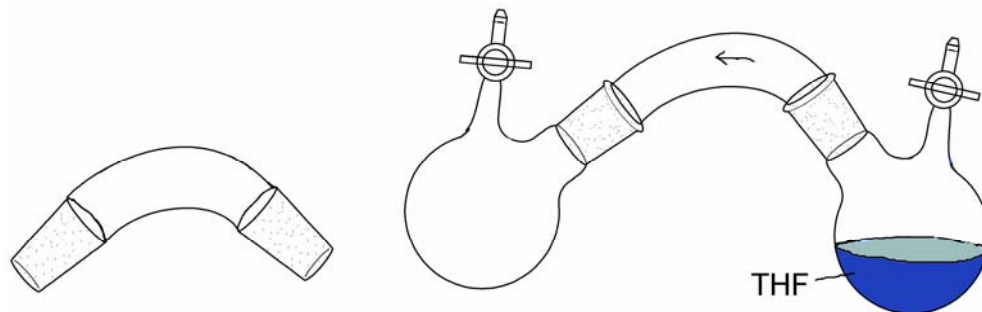

Abb. 1. Verwendung eines Rundbogens.
b) Der Reaktionskolben wird nun durch ein gebogenes Übergangsstück mit einem zweiten Schlenk-Kolben (Größe: 50 ml bis 250 ml) verbunden (siehe Abb. 1). Die Fixierung der Kolben erfolgt mittels Gabelklemmen. Dann wird bis zum vollständigen Erstarren der Lösung mit flüssigem Stickstoff gekühlt (Die Schliffe dürfen nicht eintauchen!). Das System wird über den leeren Kolben evakuiert (Hahn nur zeitweise öffnen!). Ein Dewar-Gefäß mit flüssigem Stickstoff wird unter den leeren Kolben gestellt. Hahn sporadisch zum Vakuum hin öffnen. Sobald die Lösung auftaut, Magnetrührer unterstellen und rühren, um Siedeverzüge zu